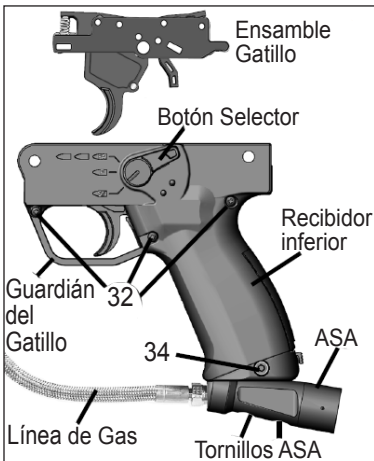

Figura 20: Recibidor Inferior E-Grip
6. Coloque de nuevo la mitad y asegúrela con tornillos. (32 y 34, Figura 20).